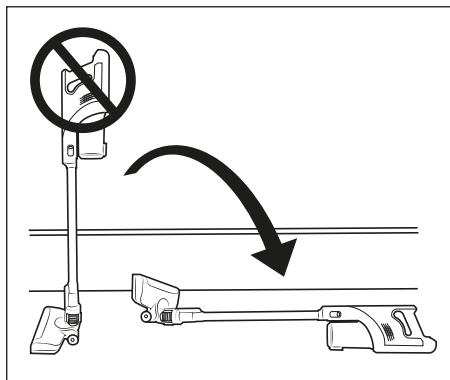

Fig. 9
① ATTENTION !
- Assurez-vous que le filtre HEPA ⑤ est toujours correctement placé avant d'utiliser l'appareil.
- Ne placez pas l'aspirateur à la verticale si vous souhaitez le poser entre-temps ou ne plus l'avoir en main. Placez pour cela l'aspirateur dans le support mural ⑯ ou posez-le sur le sol (voir fig. 9 et 10). L'aspirateur risque sinon de basculer et d'être endommagé et, dans certaines circonstances, d'endommager d'autres objets en se renversant.